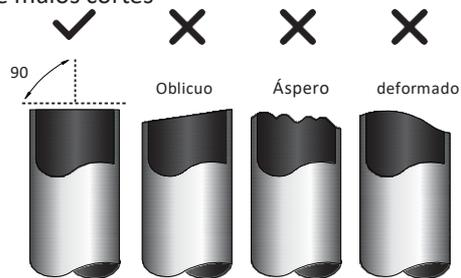

Fig. 7.4
1. Asegúrese de que el tubo se corta en un perfecto ángulo de 90 °. Consulte la Fig. 7.4 para ejemplos de malos cortes